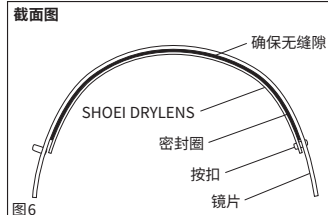

图6
- 3 将镜片安装在头盔上，确认SHOEI DRYLENS的密封圈周边与镜片全部密合(图6)。如果有缝隙，请参照以下“SHOEI DRYLENS的调整”的内容进行调整。